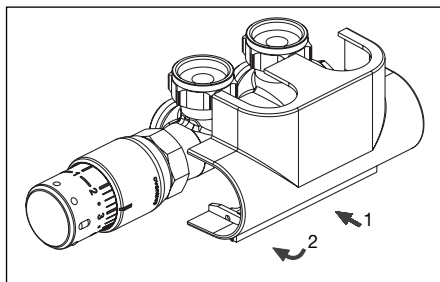

Fig. 11 Montage du cache design, modèle équerre
1. Faire glisser le cache sur le raccord (voir fig. 11).